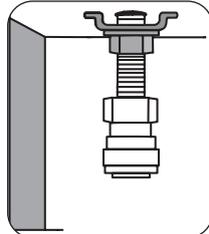

Fig. 10
7. La llave despachadora debe quedar bien ajustada y lista para la conexión de la manguera. (Ver Fig. 10).